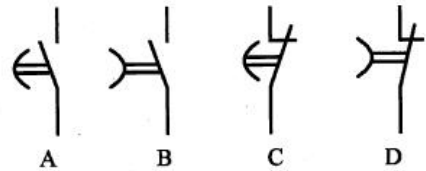

图 1-6
36. 如图 1-6 所示, 时间继电器延时断开的动合触点的图形符号是 ( )